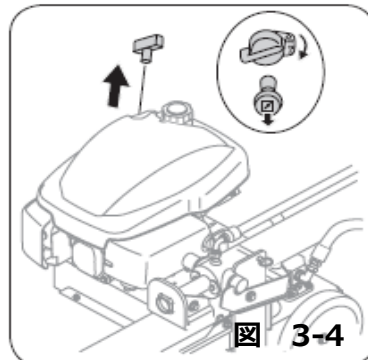

図 3-4
5. エンジンスイッチを“ON”にします。(図3-4参照)
6. リコイルロープを握り抵抗が感じられるまでゆっくりと引き、それから素早く引きエンジンをかけます。(図3-4参照) リコイルロープを10回ひいてもエンジンがかからない場合は2~3分待ってから繰り返してください。